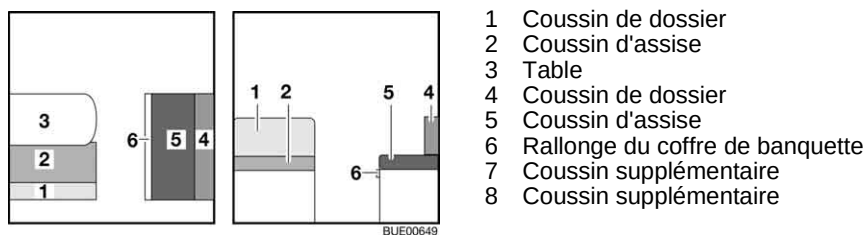

Fig. 105 Avant la transformation
- Convertir la table (Fig. 105,3) en sommier de lit (voir paragraphe 6.10).
- Placer le coussin de dossier (Fig. 105,1) de côté.